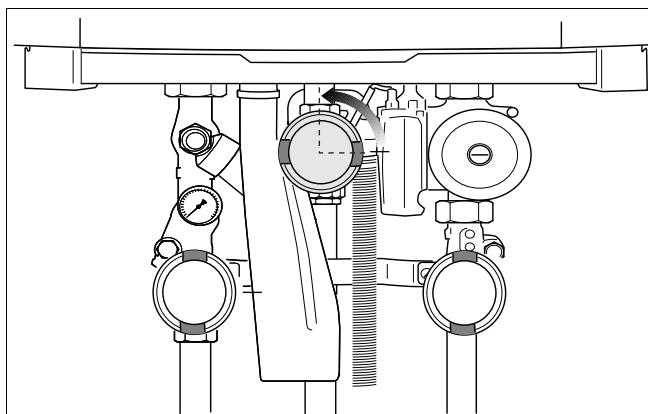

Fig. 76 Deschideți robinetul de gaz
- Deschideți încet robinetul de gaz. Pentru aceasta apăsați robinetul de gaz și rotiți $\frac{1}{4}$ de tura la stânga (fig. 76).
- Deschideți încet robinetul de gaz. Pentru aceasta apăsați robinetul de gaz și rotiți $\frac{1}{4}$ de tura la stânga (fig. 76, pagina 53).